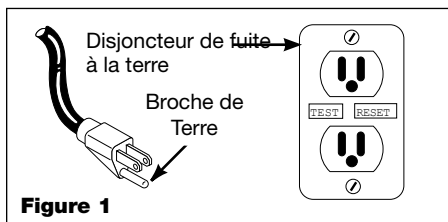

Figure 1
11. Cet équipement est réservé à une utilisation de 120 volts (monophasé) et est doté d'un cordon à 3 conducteurs et 3 broches approuvés, une fiche de type mise à la terre comme indiqué dans la Figure 1 (voir la page 6 Fr).
électrique, le moteur doit être bien mis à la terre adéquatement. Ceci peut se faire en insérant la fiche directement dans une prise mise à la terre à 3 broches (DDFT) installée et mise à la terre correctement (comme indiqué dans la Figure 1).